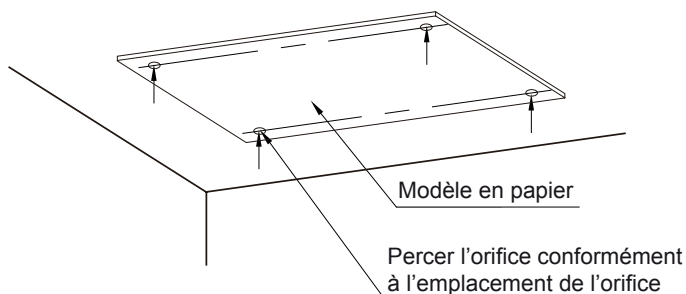
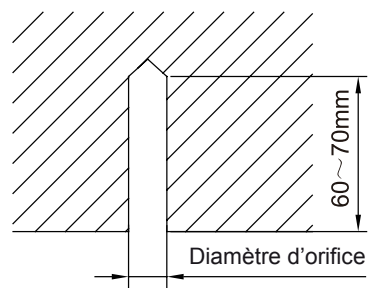

Fig 4.1.4
Fig 4.1.5
- (1) Découper le modèle de pose en papier en fonction des dimensions du crochet de l'unité. Poser le modèle de pose en papier sur la zone de pose comme indiqué sur la fig. 4.1.4. Percer les trous dans la zone de pose conformément aux 4 emplacements du modèle en papier. Le diamètre de perçage doit correspondre au diamètre du boulon expansible, environ 60 à 70 mm de profondeur, comme indiqué sur la fig. 4.1.5.